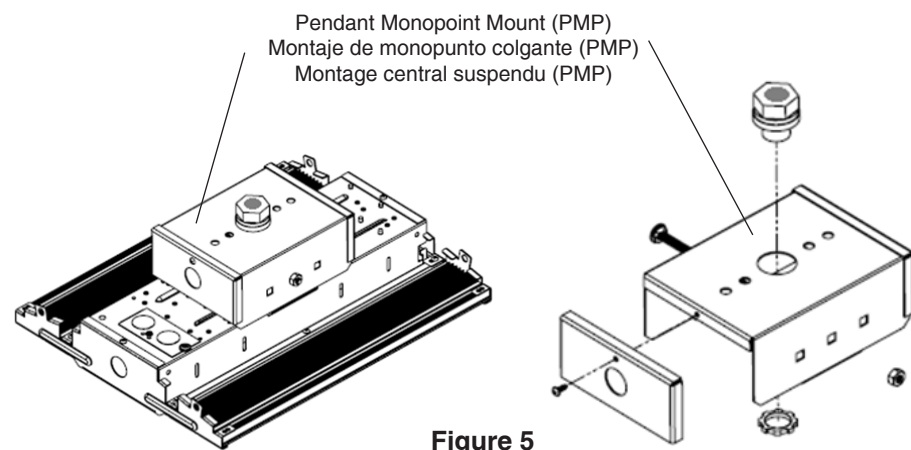

Figure 5
- 3) Install supplied nut and lock-washer. Properly tighten nut to secure PMP bracket around center channel- **See Fig 5.**
- 5) Attach PMP Bracket sides with screws, one each- **See Fig 5.** Ensure wires are not pinched.
3. Instale la tuerca y la arandela de seguridad suministradas. Ajuste adecuadamente la tuerca para asegurar el soporte PMP alrededor del canal central. Consulte la **Fig. 5.**
5. Fije cada lateral del soporte PMP con un tornillo. Consulte la **Fig. 5.** Asegúrese de que los cables no queden apretados.